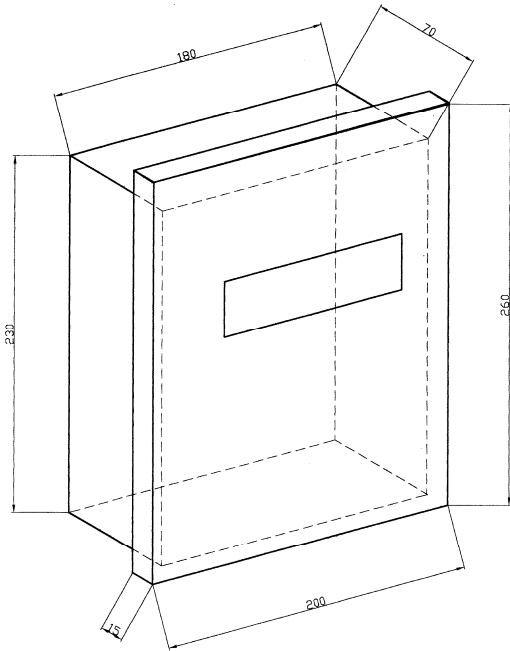
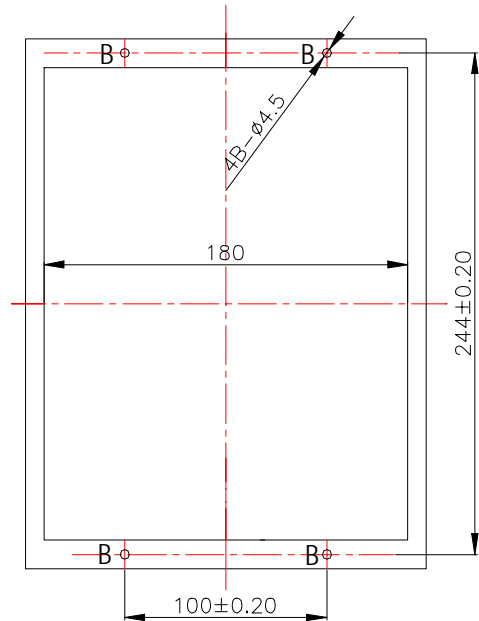

图 1
图 2
8.1.1 温控箱（如图 1）底盒立于支架（如图 2）的两个同一水平面的平台上，此时底盒底板上的三个 A 孔（ $\phi 4.5$ ）与支架上对应着 3 个 A 孔（ 5×8 ）相重合；
8.2.1 在温控箱的被嵌入体表面按图2相应尺寸开出一个 $232 \times 182\text{mm}$ 的长方孔和 4 个 B 安装孔尺寸一致的 4 个孔；